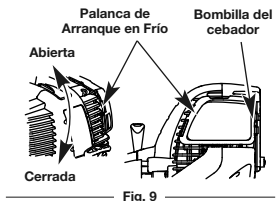

Fig. 9
3. Saque el tapón de aceite/varilla de medición del cigüeñal (Fig. 9).
4. Vierta todo el contenido de la botella de aceite en el cigüeñal (Fig. 9).